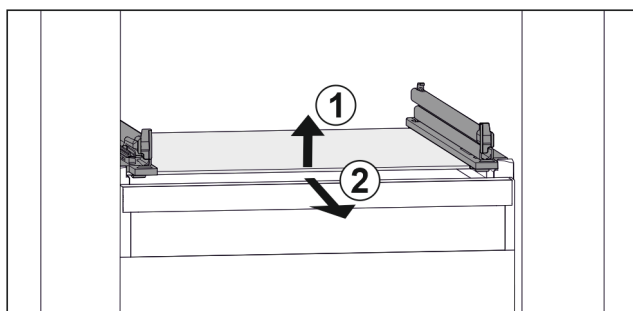

Fig. 148 玻璃隔板例图
- ▶ 抬起玻璃隔板前部。 Fig. 148 (1)
- ▶ 向前取出玻璃隔板。 Fig. 148 (2)